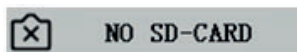

Figure 6-1
■ Lorsque vous appuyez sur le bouton de capture, enregistrez des vidéos, prenez des photos à une heure fixe ou entrez dans le menu de gestion de la carte SD, le message “NO SD-CARD” s’affiche, comme le montre la figure 6-1. Veuillez insérer la carte SD avec le système de fichiers FAT32 dans la fente située sur le côté droit de l’appareil, puis effectuez les opérations correspondantes.